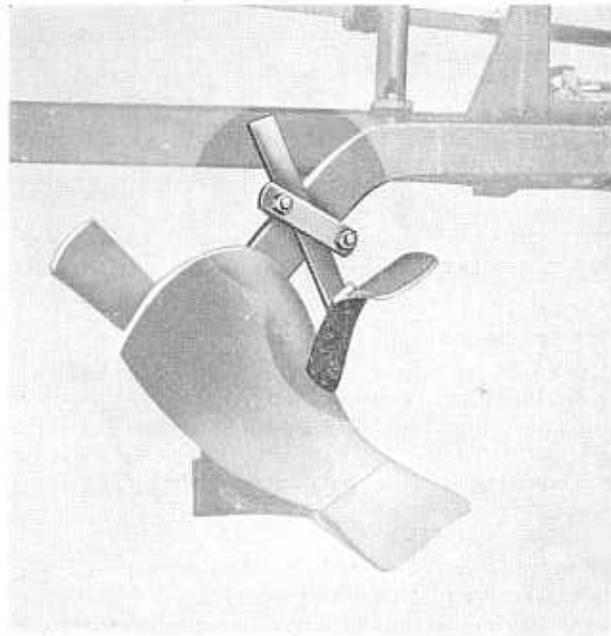

Abb. 14
2. die Leitbleche vorschriftsmäßig montiert und im gebrauchsfähigen Zustand sind (Abb. 14);